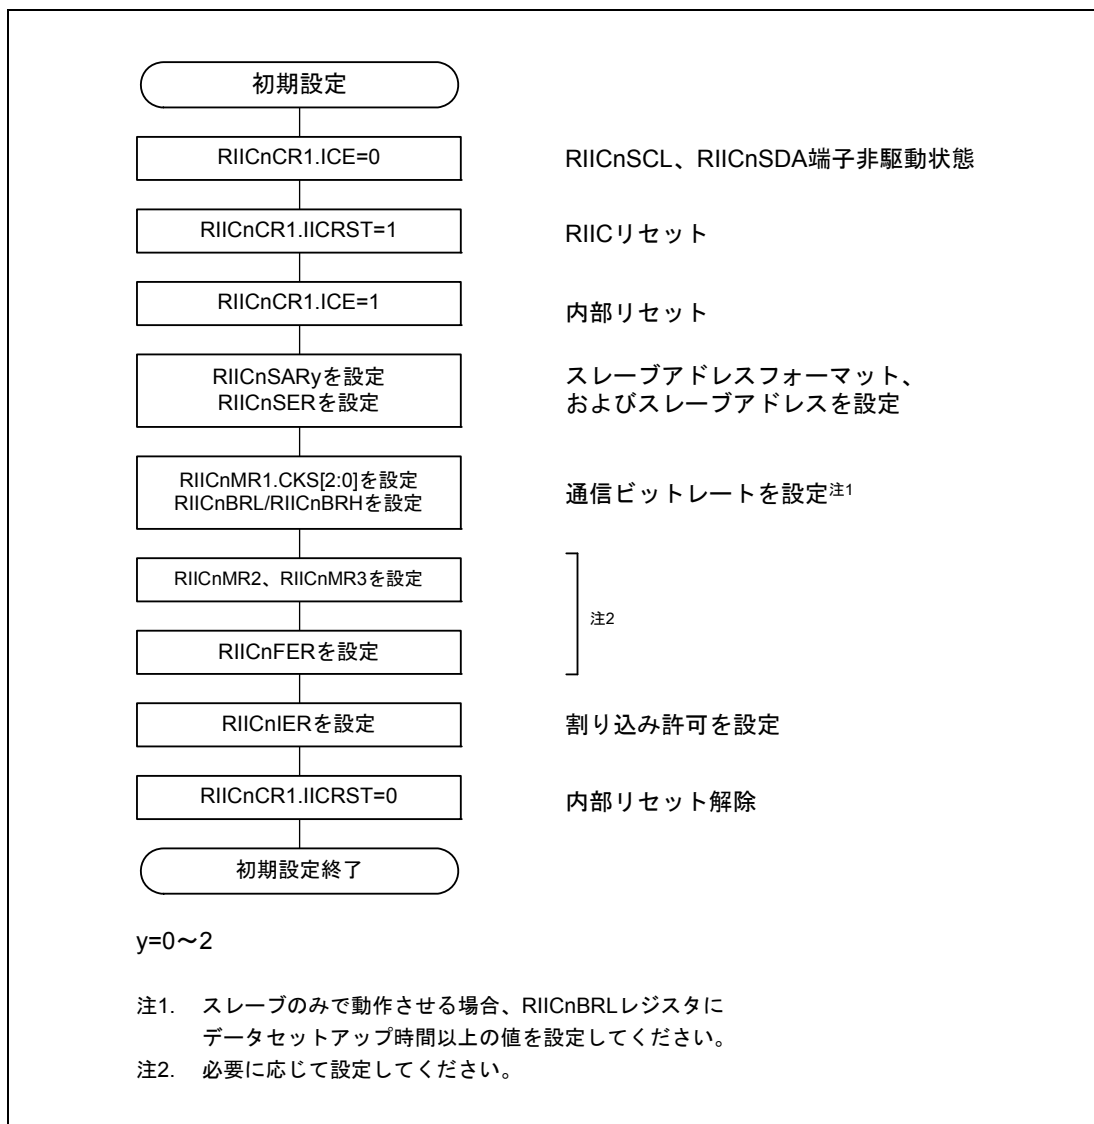

図 20.5 RIIC の初期化フローチャート例
データの送信/受信を開始する場合、**図 20.5** に示す手順に従って RIIC を初期化してください。本初期設定は RIIC 起動時に 1 度設定してください。
- (1) RIICnCR1.ICE ビットを“0” (RIICnSCL、RIICnSDA 端子非駆動状態) にしたまま RIICnCR1.IICRST ビットを“1” (RIIC リセット) にした後、RIICnCR1.ICE ビットを“1” (内部リセット) にします。これにより RIICnSR1 レジスタの各フラグや内部状態の初期化を行います。その後、RIICnSARy、RIICnSER、RIICnMR1、RIICnBRH、RIICnBRL レジスタ (y = 0 ~ 2) を設定し、その他のレジスタは必要に応じて設定してください (RIIC の初期設定については図 20.5 参照)。必要なレジスタの設定が終了したら、RIICnCR1.IICRST ビットを“0” (リセット解除) にしてください。すでに RIIC の初期化が完了している場合、この手順は不要です。
- (2) RIICnCR2.BBSY フラグを読んでバスが解放状態であることを確認した後、RIICnCR2.ST ビットに“1”を書きます (スタートコンディション発行要求)。RIIC はスタートコンディション発行要求を受け付けると、スタートコンディションを発行します。RIIC はスタートコンディションを検出すると BBSY フラグ、RIICnSR2.START フラグを自動的に“1”にし、ST ビットを自動的に“0”にします。このとき ST ビットが“1”の状態で自分が出した SDA 信号と SDA ラインの状態がずれることなくスタートコンディションを検出した場合、RIIC は ST ビットによるスタートコンディション発行が正しく行われたと認識し、RIICnCR2.MST、TRS ビットを自動的に“1”にしてマスタ送信モードになります。また RIICnSR2.TDRE は、MST ビット = 1 かつ TRS ビット = 1 により自動的に“1”になります。
- (3) RIICnSR2.TDRE フラグが“1”であることを確認した後、RIICnDRT レジスタに送信データ (スレーブアドレスと R/W# ビット) を書いてください。RIICnDRT レジスタに送信データを書くと TDRE フラグは自動的に“0”になり、RIICnDRT レジスタから RIICnDRS レジスタにデータが転送されて、再び TDRE フラグが“1”になります。R/W# ビットを含むスレーブアドレスの送信が完了すると、送信された R/W# ビットにより自動的に TRS ビットが変更され送信モード/受信モードが選択されます。RIIC は R/W# ビット = 0 を受信すると、引き続きマスタ送信モードの状態を継続します。このとき RIICnSR2.NACKF フラグが“1”なら、スレーブデバイスが認識されていないか、あるいは通信不良が発生しているかですので、ストップコンディションを発行してください。ストップコンディションの発行は RIICnCR2.SP ビットに“1”を書くことで行われます。
- (1) IICnCR1.ICE ビットを“0” (IICnSCL、IICnSDA 端子非駆動状態) にしたまま IICnCR1.IICRST ビットを“1” (IIC リセット) にした後、IICnCR1.ICE ビットを“1” (内部リセット) にします。これにより IICnSR1 レジスタの各フラグや内部状態の初期化を行います。その後、IICnSARy、IICnSER、IICnMR1、IICnBRH、IICnBRL レジスタ (y=0~2) を設定し、その他のレジスタは必要に応じて設定してください (IIC の初期設定については図 20.5 参照)。必要なレジスタの設定が終了したら、IICnCR1.IICRST ビットを“0” (リセット解除) にしてください。すでに IIC の初期化が完了している場合、この手順は不要です。
- (2) IICnCR2.BBSY フラグを読んでバスが解放状態であることを確認した後、IICnCR2.ST ビットに“1”を書きます (スタートコンディション発行要求)。IIC はスタートコンディション発行要求を受け付けると、スタートコンディションを発行します。IIC はスタートコンディションを検出すると BBSY フラグ、IICnSR2.START フラグを自動的に“1”にし、ST ビットを自動的に“0”にします。このとき ST ビットが“1”の状態で自分が出した SDA 信号と SDA ラインの状態がずれることなくスタートコンディションを検出した場合、IIC は ST ビットによるスタートコンディション発行が正しく行われたと認識し、IICnCR2.MST、TRS ビットを自動的に“1”にしてマスタ送信モードになります。また IICnSR2.TDRE フラグは、TRS ビット=1 により自動的に“1”になります。
- (3) IICnSR2.TDRE フラグが“1”であることを確認した後、IICnDRT レジスタに送信データ (スレーブアドレスと R/W# ビット) を書いてください。IICnDRT レジスタに送信データを書くと TDRE フラグは自動的に“0”になり、IICnDRT レジスタから IICnDRS レジスタにデータが転送されて、再び TDRE フラグが“1”になります。R/W# ビットを含むスレーブアドレスの送信が完了すると、送信された R/W# ビットにより自動的に IICnCR2.TRS ビットが変更され送信モード/受信モードが選択されます。IIC は R/W# ビット=1 を受信すると、9 クロック目の立ち上がりで TRS ビットを“0”にしてマスタ受信モードに移行します。このとき TDRE フラグは“0”に、IICnSR2.RDRF フラグは自動的に“1”になります。
- (1) 図 20.5 に示す手順で RIIC を初期設定してください。すでに RIIC の初期化が完了している場合、この手順は不要です。初期設定完了後、RIIC はスタートコンディションを検出する BBSY フラグ、RIICnSR2.START フラグを自動的に“1”にし、ST ビットを自動的に“0”にします。
- (2) RIIC はスレーブアドレスが一致した場合、SCL クロックの 9 クロック目の立ち上がりで該当する RIICnSR1.GCA, AASy ビット (y=0~2) のいずれかを“1”にし、SCL クロックの 9 クロック目のアクノリッジビットに RIICnMR3.ACKBT ビットに設定した値を返信します。このとき受信した R/W# ビットが“1”のとき、RIICnCR2.TRS ビットおよび RIICnSR2.TDRE フラグを“1”にし、自動的にスレーブ送信モードに切り替わります。
- (3) RIICnSR2.TDRE フラグが“1”であることを確認した後、RIICnDRT レジスタに送信データを書いてください。このとき、RIICnFER.NACKC ビットが“1”の状態でもマスタデバイスからアクノリッジがなかった (NACK を受信した) 場合、RIIC は次の通信動作を中断します。
- (4) RIICnSR2.NACKF フラグが“1”になるか、または最終送信データを RIICnDRT レジスタに書いた後、RIICnSR2.TDRE フラグが“1”の状態、RIICnSR2.TEND フラグが“1”になるまで待ってください。RIICnSR2.NACKF フラグが“1”または TEND フラグが“1”の場合、RIIC は 9 クロック目の立ち下がり以降 SCL ラインを Low にホールドします。
- (5) RIICnSR2.NACKF フラグが“1”または RIICnSR2.TEND フラグが“1”の場合、終了処理のため RIICnDRR レジスタをダミーで読んでください。これにより SCL ラインを開放します。
- (6) RIIC はストップコンディションを検出すると、RIICnSR1.GCA, AASy ビット (y=0~2)、RIICnSR2.TDRE、TEND フラグ、RIICnCR2.TRS ビットを自動的に“0”にし、スレーブ受信モードに移行します。また、ストップコンディション検出により、RIICnSR2.STOP フラグが“1”になります。
- (7) RIICnSR2.STOP フラグが“1”であることを確認した後、次通信のために RIICnSR2.NACKF、STOP フラグを“0”にしてください。
- (2) RIIC はスレーブアドレスが一致した場合、RIIC は SCL クロックの 9 クロック目の立ち上がりで該当する RIICnSR1.GCA, AASy ビット (y=0 ~ 2) のいずれかを“1”にし、SCL クロックの 9 クロック目のアクノリッジビットに RIICnMR3.ACKBT ビットに設定した値を返信します。このとき受信した R/W# ビットが“0”なら、スレーブ受信モードの状態を継続し、RIICnSR2.RDRF フラグを“1”にします。
- (3) RIICnSR2.STOP フラグが“0”で、かつ RIICnSR2.RDRF フラグが“1”であることを確認したら、最初の 1 回目は RIICnDRR レジスタをダミーで読んでください（なお、ダミーで読んだ受信データは 7 ビットアドレスフォーマット時にスレーブアドレス + R/W# ビット、10 ビットアドレスフォーマット時は下位 8 ビットアドレスになります）。
- (4) RIICnDRR レジスタを読むと RIIC は RIICnSR2.RDRF フラグを自動的に“0”にします。なお、RIICnDRR レジスタの読み出しが遅れて、RDRF フラグが“1”になった状態で次のデータを受信すると、RIIC は RDRF フラグが“1”になるタイミングの 1 つ手前の SCL クロック立ち下がり SCL ラインを Low にホールドします。この Low ホールドは RIICnDRR レジスタを読むことで解除され RIIC は SCL ラインを開放します。RIICnSR2.STOP フラグが“1”で、かつ RIICnSR2.RDRF フラグが“1”の場合、または全データ受信が完了するタイミングで RIICnDRR レジスタを読んでください。
- (5) RIIC はストップコンディションを検出すると、RIICnSR1.GCA, AASy ビット (y=0 ~ 2) を自動的に“0”にします。また、ストップコンディション検出により、RIICnSR2.STOP フラグが“1”になります。
- (6) RIICnSR2.STOP フラグが“1”であることを確認した後、次通信のために RIICnSR2.STOP フラグを“0”にしてください。